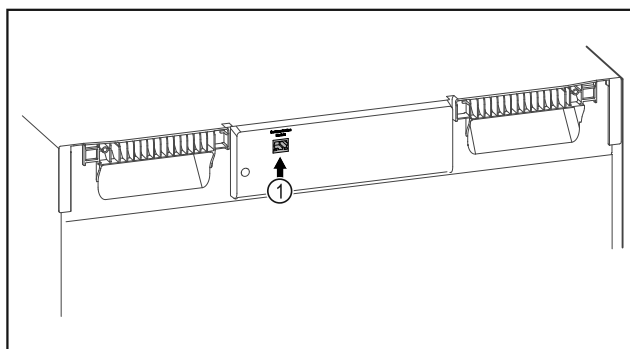

Fig. 115
- ❑ Se utiliza SmartModule Fig. 115 (1).